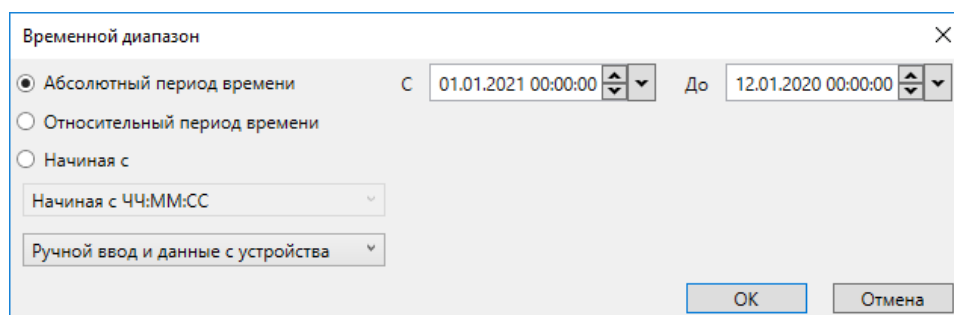

Рисунок 110 – Временной диапазон
- команду чтения значений сигналов объекта из долговременной БД. По команде выполняется открытие диалога (рисунок 110) настроек временного диапазона, за который необходимо выполнить чтение значений сигналов объекта из долговременной БД, и выбора получаемых значений. В выпадающем списке можно настроить получение только значений ручного ввода, данных с устройства, так и значений ручного ввода и данных с устройства одновременно. По команде **ОК** диалога настроек временного диапазона выполняется чтение из указанной БД за требуемый промежуток времени;